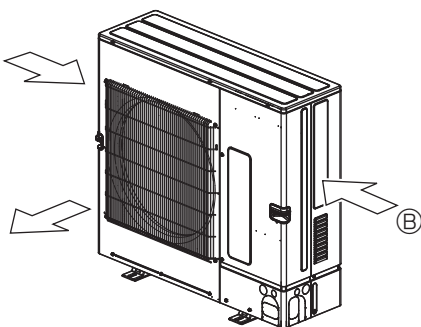

Fig. 2-5
- ③ หากเป็นไปได้ ควรจัดตำแหน่งเครื่องเพื่อให้ช่องลมออกปล่อยลมในทิศทางที่ตั้งฉากกับทิศทางลมตามฤดูกาล (Fig. 2-5)